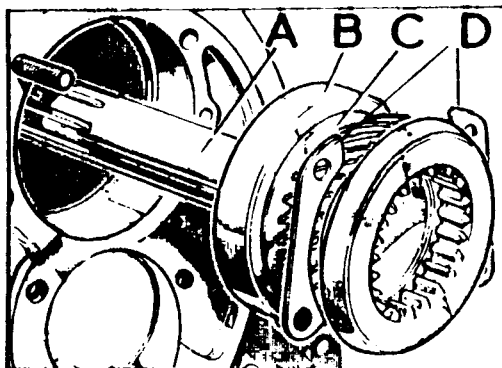

Fig. C-79 Conjunto del piñón primario y cojinete
- 1.2. Soltar las tuercas, E (Fig. C-79) y a presión, desmontar el conjunto del piñón primario, A, y el cojinete, B.